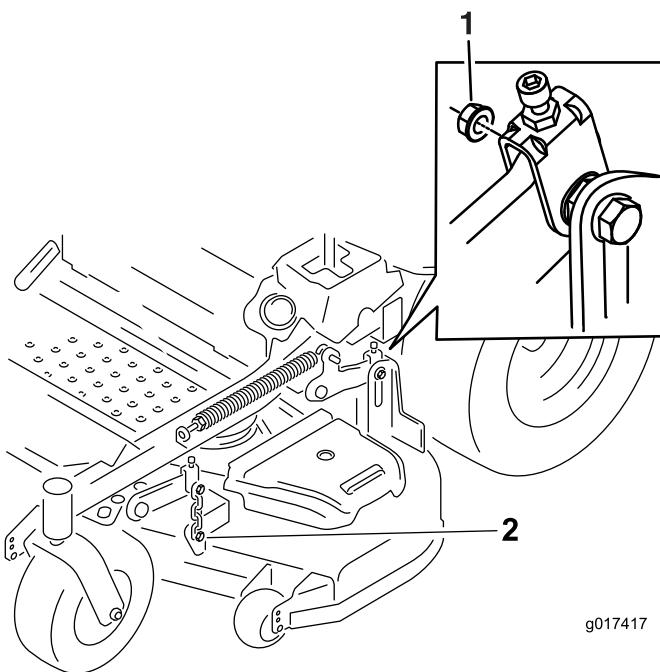

**Figura 80**
5. Levante la chapa de suelo e introduzca una llave dinamométrica en el taladro cuadrado del brazo tensor de la carcasa (Figura 80).
6. Gire cuidadosamente el brazo tensor de la carcasa en el sentido de las agujas del reloj y retire la correa del cortacésped (Figura 80).